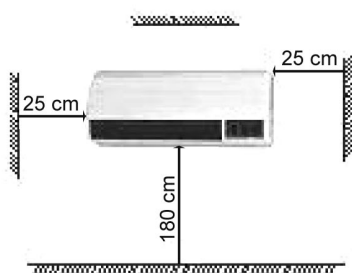

Figura 1
1. Predisporre uno spazio per installare l'apparecchio (Vedi figura 1).